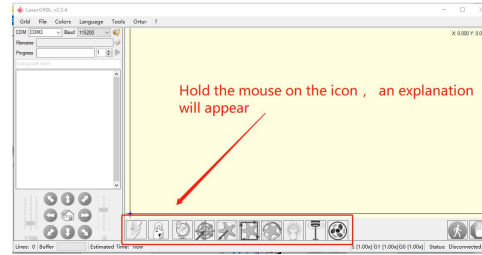

Bild 5: Software-Taste
2. Als nächstes laden wir die benutzerdefinierten Schaltflächen in die LaserGRBL-Software. Klicken Sie in der LaserGRBL-Software mit der rechten Maustaste auf das leere Feld neben der unteren Schaltfläche (wie in Abbildung 3 gezeigt) -> Benutzerdefinierte Schaltfläche importieren, wählen Sie dann die ZIP-Datei für die benutzerdefinierte Schaltfläche, die zum Importieren heruntergeladen hat, und drücken Sie Ja (Y), bis ein Fenster öffnet sich. (Bild 4, Bild 5)